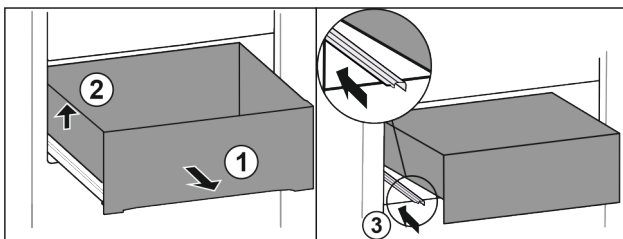

Fig. 77
- Estrarre il cassetto fino all'arresto. Fig. 77 (1)
- Sollevare il cassetto a sinistra. Fig. 77 (2)
- Inserire la guida sinistra. Fig. 77 (3)